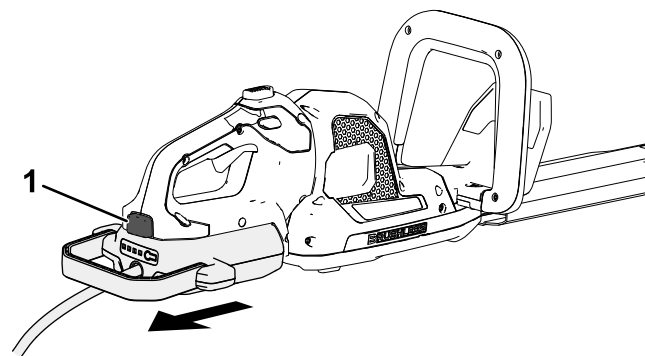

Figura 6
1. Premete il pulsante di blocco sullo strumento e rimuovete il connettore della batteria dallo strumento (Figura 6).